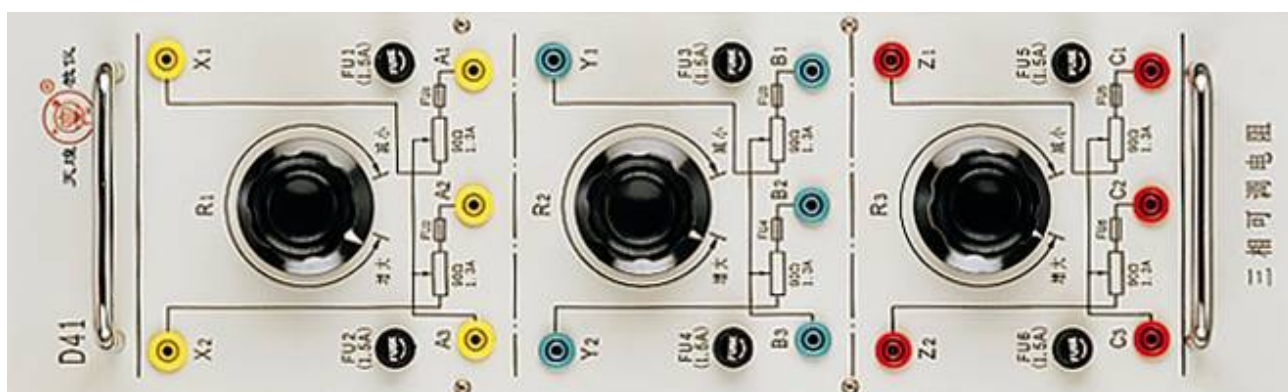

图3 三相可调电阻箱
- ④ 加负载：PEC06型三相数字PWM整流器组件直流输出【U+】接电阻箱【A1】，直流输出电阻箱【U-】接【C2】，将电阻箱的【A2】接【B1】、【B2】接【C1】，电阻【R1】、【R2】、【R3】调到最大（逆时针旋转到底），其中【D41型三相可调电阻箱】见图3。